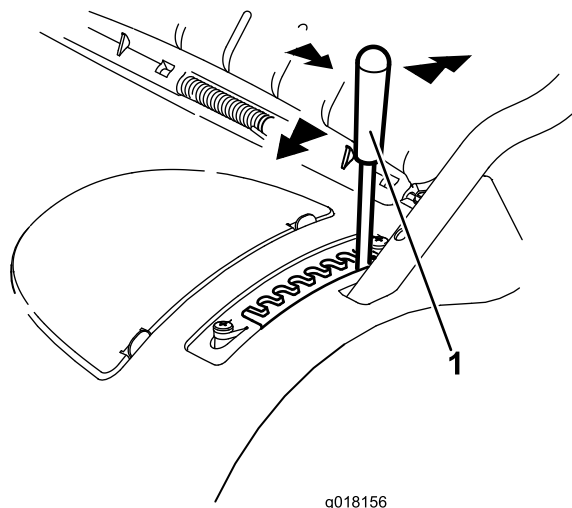

Figura 11
1. Afferrate la leva e tirate lateralmente per disinserirla dalla tacca di bloccaggio (Figura 11).
2. Spingetela avanti per diminuire l'altezza di taglio o tiratela indietro per aumentarla (Figura 11).
3. Rilasciate la leva nel punto richiesto e assicuratevi che si blocchi saldamente in 1 delle 8 tacche di regolazione (Figura 11).